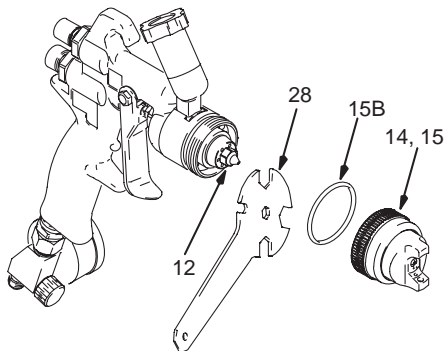

Fig. 22
3. Fjern lufthættens låsering (15) og lufthætten (14). Fjern og udskift pakningen (15B). Se fig. 22.